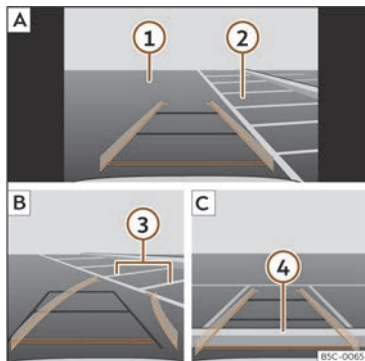

Fig. 154 Visualització a la pantalla del sistema d'Infotainment: aparcar amb l'assistent de marxa enrere.
Llegenda de la >>> **fig. 154:**
- Situeu el vehicle davant de l'espai d'aparcament >>> **fig. 154** ② **A**.
- Retrocediu girant el volant de manera que les línies grogues s'introdueixin a l'espai d'aparcament. Les línies verdes i grogues han de coincidir amb les línies de delimitació laterals ③ **B**.
- Atureu el vehicle quan la línia vermella hagi arribat a la delimitació del darrere ④ **C**.